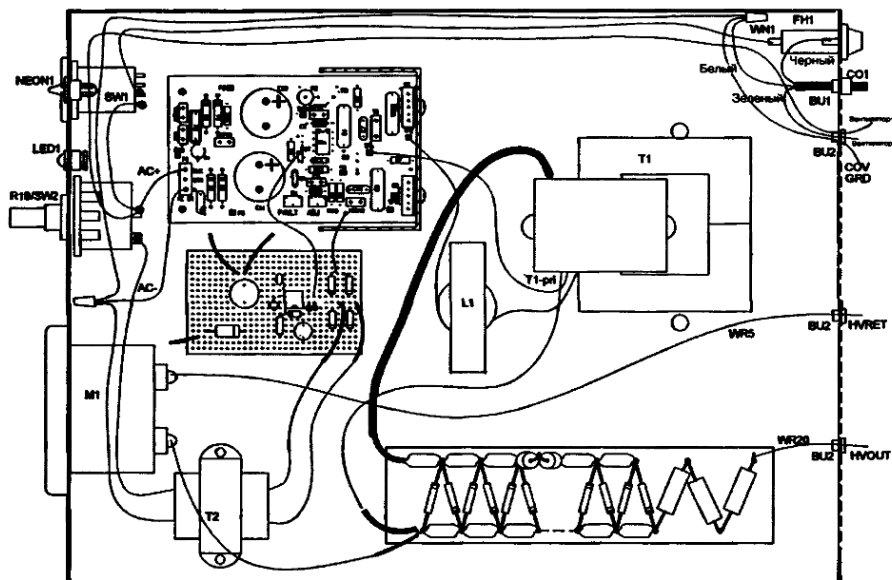

Рис. 8.10. Сборочный чертеж составных частей лазера с электрическими соединениями первой стадии
Черные точки показывают соединения внешних проводов, как показано на рис. 8.10 и 8.11
7. Выполните электрические соединения компонентов первой стадии сборки, как показано на рис. 8.10. Постарайтесь использовать имеющиеся выводы и наращивайте их с помощью проволочных винтов только в случае крайней необходимости. Внешние выходящие из корпуса провода должны иметь длину не менее 45 см и будут обрезаны до нужного размера при окончательной сборке. Используйте высоковольтный провод WR20 kВ длиной 90 см в качестве выходного провода высокого напряжения HVOUT. Используйте провод WR5 kВ длиной 150 см в качестве обратного провода высокого напряжения HVRET. Для других соединений используйте провод WR #20.
Небольшое отверстие для заземления крышки зеленым проводом источника питания, как показано на рис. 8.10